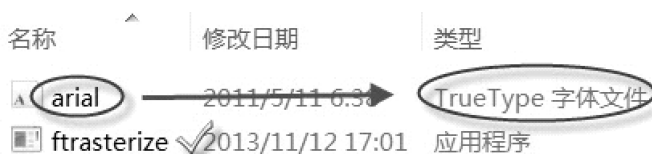

图 16-23 选中的 TrueType 字体文件与 ftrasterize 工具
1) 创建一个转换字体的目录。为了防止 Windows 操作系统某个字体由于操作字体转换而被无意中删除, 最好在 C:\ 创建一个目录, 例如: C:\Makemyfontandpicture。由于 ftrasterize 工具支持 TrueType®、OpenType®、PostScript® Type 1 Windows® FNT 字体的转换, 因此可在 C:\Windows\Fonts 目录下把 TrueType 字体文件复制到所创建的目录下, 比如复制 Arial 字体。然后再把 ftrasterize 工具也复制到 C:\Makemyfontandpicture 中, 如图 16-23 所示。